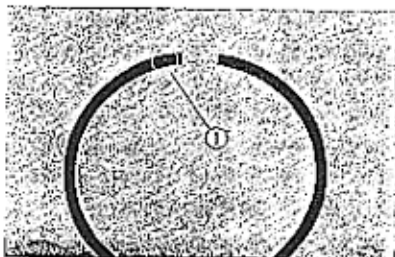

Fig. 3-124 ① Lettera stampigliata.
- I segmenti vanno montati con la lettera stampigliata su di essi rivolta verso l'alto (Fig. 3-124).